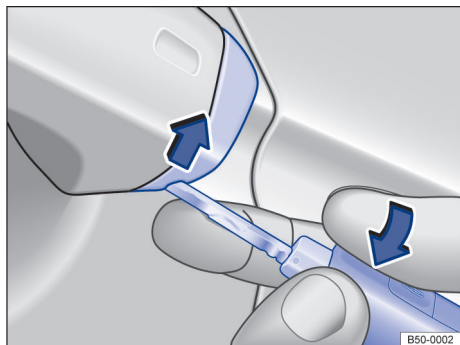

Fig. 59 Maçaneta da porta do condutor: levantar a capa de cobertura.
- Levantar a capa de cobertura com a chave do veículo no sentido da seta → **Fig. 59**.